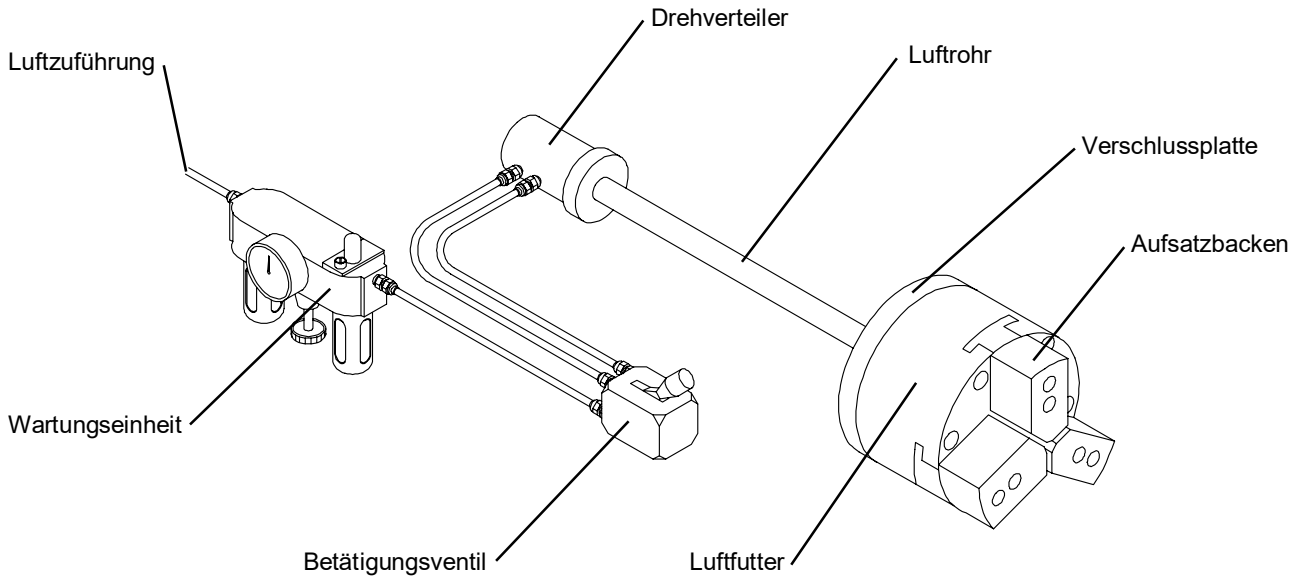

Abbildung 1.2
7. Schließen Sie anschließend ein Ventil, die Luftschläuche und die Wartungseinheit gemäß der Abbildung 1.2 sorgfältig an. Der Einsatz einer Wartungseinheit, bestehend aus Öler, Filter und Druckminderer ist unbedingt vorgeschrieben, da das Futter ansonsten schweren Schaden nehmen kann. Zur Betätigung des Futters kann jedes beliebige Ventil genutzt werden, das die entsprechenden Unfallverhütungsvorschriften der Berufsgenossenschaft erfüllt. MicroCentric bietet entsprechende Handventile, Fußventile und pneumatische Betätigungseinheiten an. Das Futter sollte nun mit geringem Luftdruck arbeiten.